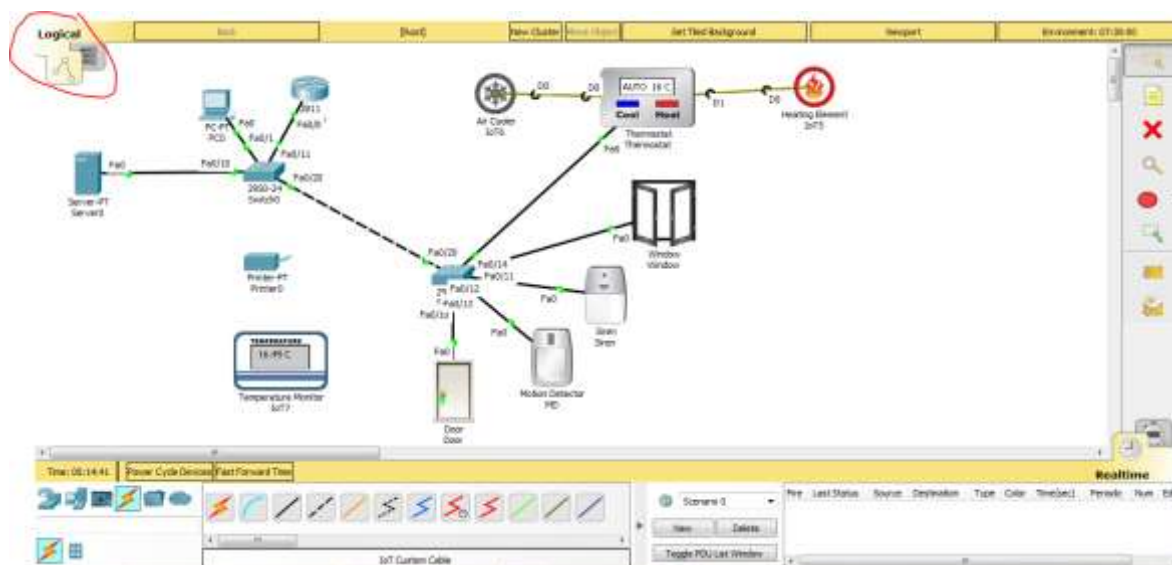

Рисунок 3 – Логічний рівень відображення
6. За замовчуванням інтерфейс програми знаходиться на логічному рівні, про що ми бачимо на рис.3